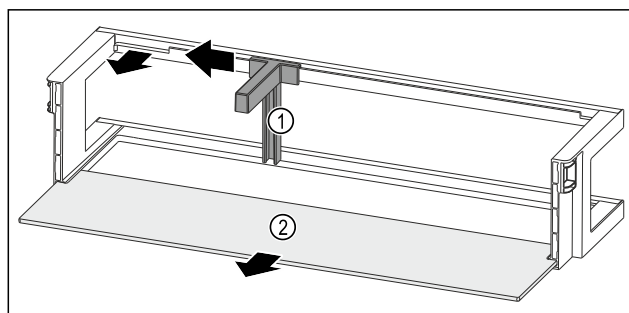

Fig. 160 Dveřní přihrádka s držákem lahví a odkládací plochou
- ▶ Držák lahví Fig. 160 (1) posuňte na stranu až k vybrání.
- ▶ Držák lahví Fig. 160 (1) odeberte.
- ▶ Odkládací plochu Fig. 160 (2) odeberte.